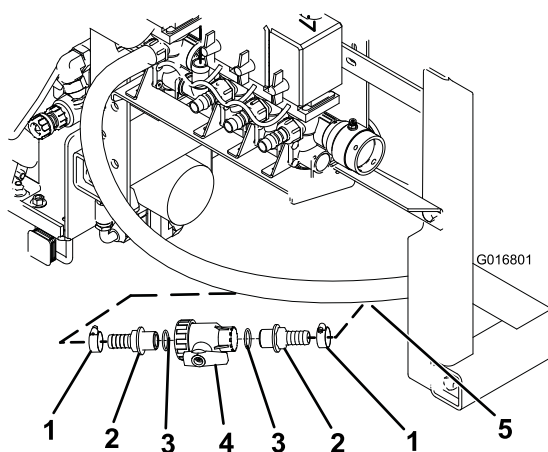

図 6
1. **41008の場合：** 攪拌ホースを、バンプから 46 cm のところで切断する（図 6）。
- 41009の場合：** 攪拌ホースを、バンプから 25.40 cm のところで切断する（図 6）。
2. ボールバルブの両側にOリングをはめ込む（図 6）。
3. ボールバルブの両側にストレートフィッティングを取り付ける（図 6）。
4. アセンブリをホースに接続し、ホースクランプでそれぞれの端部を固定する（図 6）